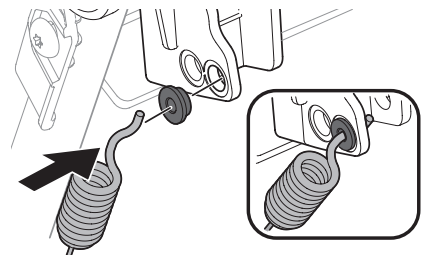

Figura 41
4. Reemplace el casquillo del orificio inferior y reconecte el cable a través del casquillo y el orificio inferior de la manija. (Figura 41).